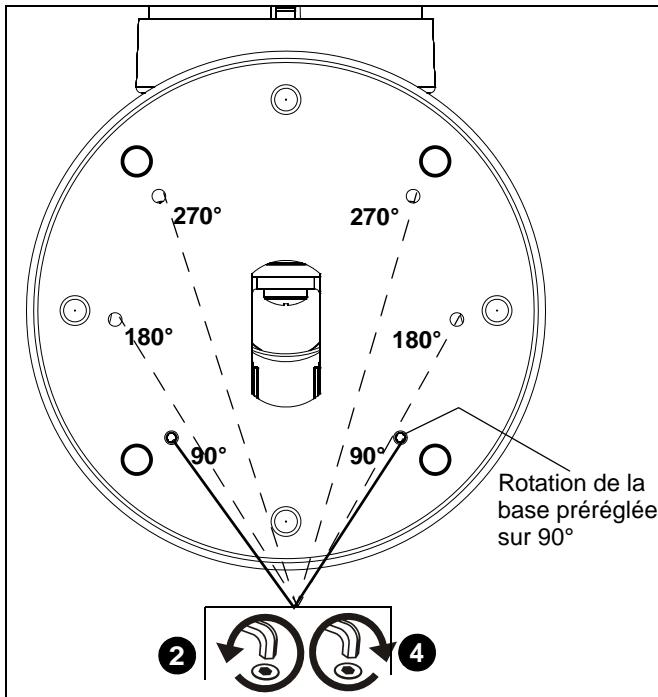

Figure 2
**IMPORTANT ! :** Le STS1 est livré avec un angle de rotation réglé à un minimum de  $90^\circ$ . La rotation de la base peut être réglée sur  $90^\circ$ ,  $180^\circ$  ou  $270^\circ$  et verrouillée selon les besoins de l'installation. (Voir Figure 2)
- Retirez les vis de serrage des deux trous de  $90^\circ$  de la base à l'aide d'une clé hexagonale de 2,4 mm (3/32 po) (K) et mettez-les de côté. (Voir Figure 2)
- Insérez les vis de serrage dans les trous appropriés ( $180^\circ$  ou  $270^\circ$ ) et serrez-les bien pour verrouiller le degré de rotation choisi. (Voir Figure 2)